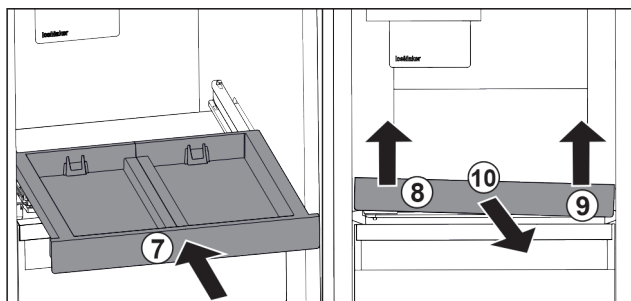

Fig. 119
- ▶ Gurnite izvlačnu ploču. Fig. 119 (7)
- ▶ Podignite izvlačnu ploču naprijed lijevo. Fig. 119 (8)
- ▶ Podignite izvlačnu ploču naprijed desno. Fig. 119 (9)
- ▶ Izvadite izvlačnu ploču prema naprijed. Fig. 119 (10)